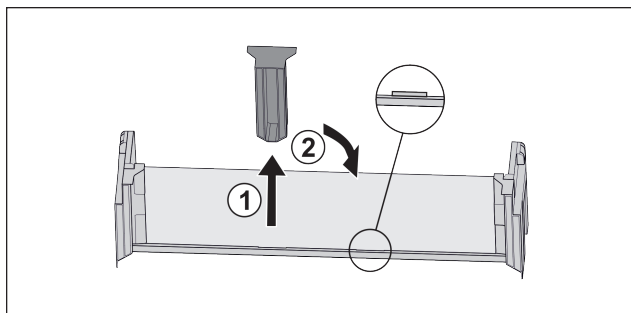

Fig. 18
- ▶ Extraire la pièce de retenue centrale Fig. 18 (1).
- ▶ Insérer la pièce de retenue centrale en deuxième position Fig. 18 (2).